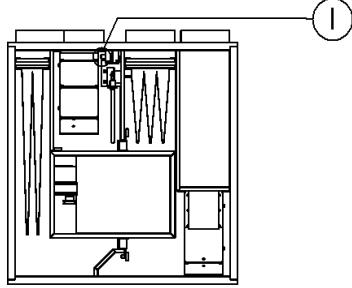

Fig. 7
N FEILSØKING (Fig. 7)
- b) Kontroller om branntermostat er slått ut. Resettes med trykk på rød bryter "I" i aggregatet (fig 7).
S FELSÖKNING (Fig. 7)
- b) Kontrollera om brandtermostat har löst ut. Återställ genom att trycka in röd knapp "I" i aggregatet (fig 7).
FEHLERSUCHE (Fig. 7)
- b) Prüfen Sie, ob der Brandschutzthermostat ausgelöst hat. Wenn ja drücken Sie Taste "I" im Gerät (fig 7).
TROUBLESHOOTING (Fig. 7)
- b) Check if fire thermostat is still alert. If necessary, reset by pressing the red button "I" in the unit (fig 7).